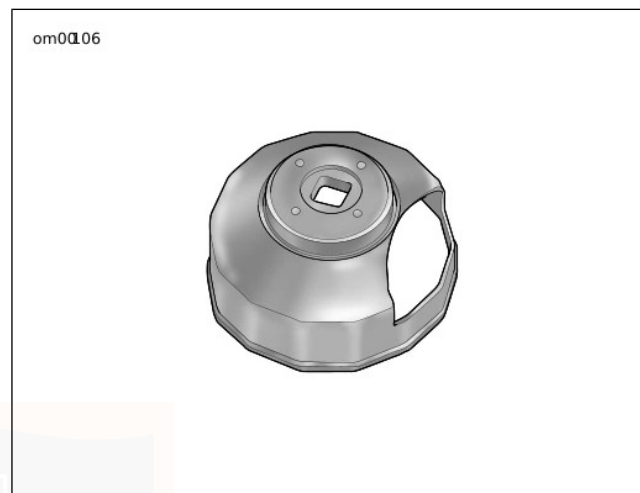

Figura 30. Estrattore per filtri dell'olio (No codice HD-44067)
3. Vedere la Figura 30. Smontare il filtro dell'olio utilizzando l'ESTRATTORE PER FILTRI DELL'OLIO (N. CODICE: HD-44067). Togliere dalla flangia della base del filtro dell'olio qualunque residuo della vecchia guarnizione (la superficie deve essere liscia e senza detriti o residui della vecchia guarnizione).